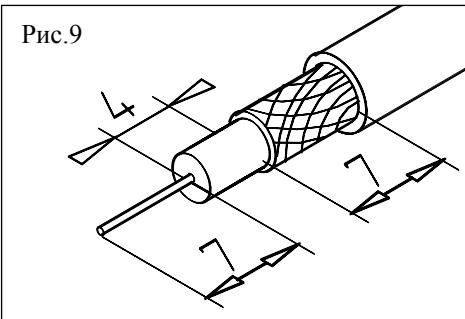

Рис.9
5.11. Отмерить кабель необходимой длины. Подготовить один конец кабеля согласно рис.9, на другой установить antennную вилку.